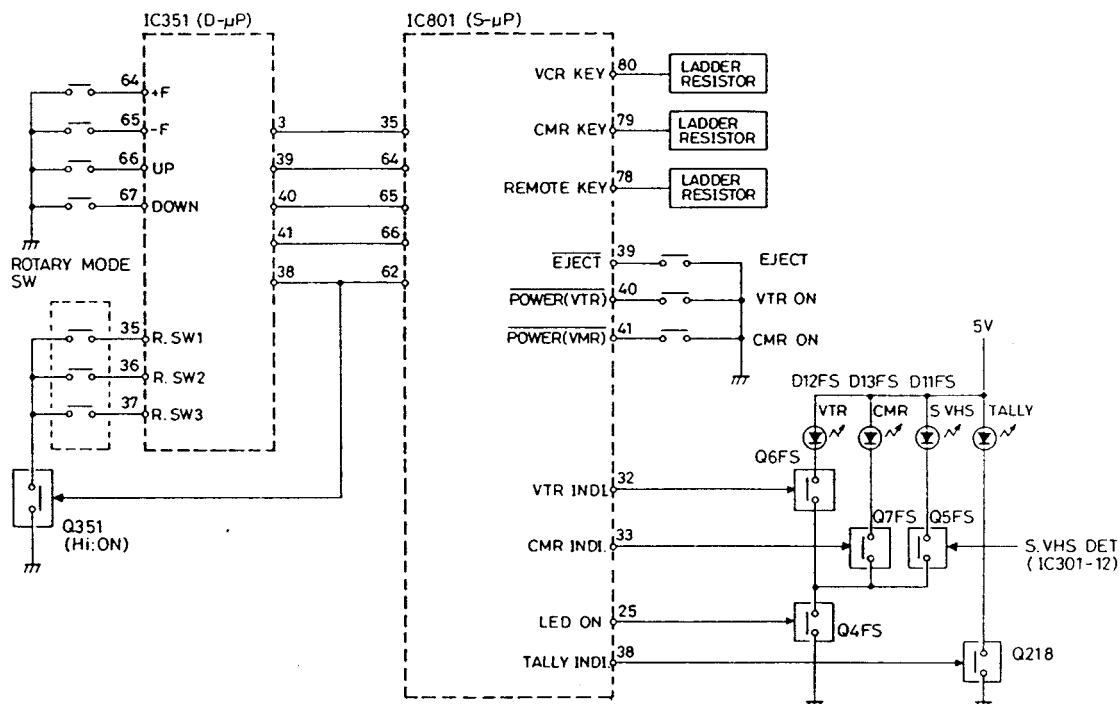

Abb. 3-5 Tasteneingabe-/Anzeigeregler-schaltkreis
3. Tasteneingang/Anzeigeregler-Schaltkreis (Abb. 3-5)